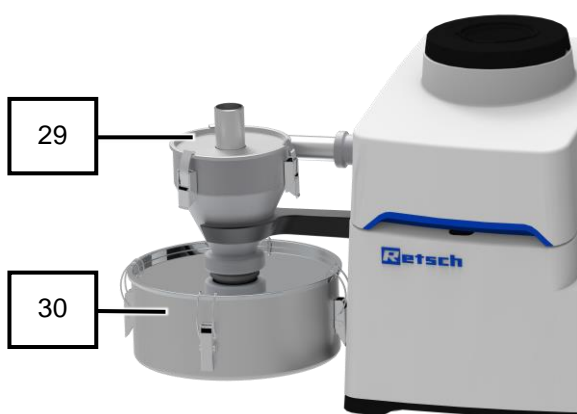

Рис. 49: установленный циклонный сепаратор
→ Циклонный сепаратор (29) с приемным контейнером (30) установлены (Рис. 49).